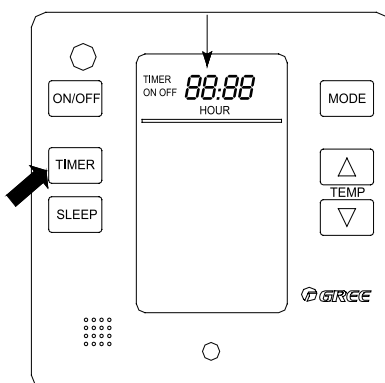

Рисунок 5.6 – Функция TIMER
- Если кондиционер работает, то для выключения по таймеру необходимо нажать кнопку TIMER, на дисплее высветится надпись TIMER OFF и время, через которое кондиционер остановится, см. рисунок 5.6.